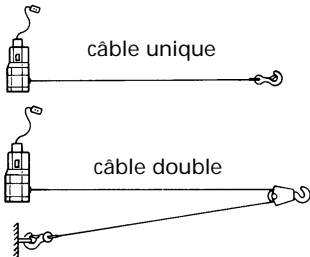

Figure 2
1. La capacité nominale du SAC1000 sur la couche du câble situé le plus près du tambour est de 454 kilos (1 000 livres) (pour câble unique). **NE SURCHARGEZ PAS. N'ESSAYEZ PAS DE TRACTIONS PROLONGÉES SOUS CHARGE LOURDE.** Ne maintenez pas de tension électrique sur le treuil si le moteur cale. Les surcharges peuvent endommager le treuil et/ou le câble métallique et créer des conditions de fonctionnement dangereuses. **POUR LES CHARGES DE PLUS DE 340 KILOS (750 livres), NOUS CONSEILLONS L'UTILISATION DU PALAN EN OPTION POUR OBTENIR UNE DOUBLE LIGNE DE CÂBLE MÉTALLIQUE (Fig. 2 et 17).** Ceci réduit d'environ 50% la charge appliquée au treuil et la tension sur le câble métallique.